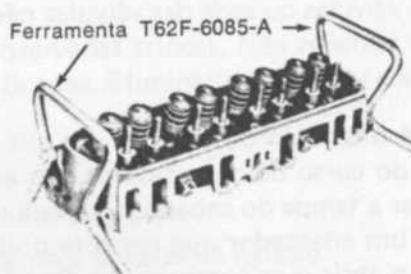

fig. 34
- Instalar as alças para levantar o cabeçote (fig. 34). Remover os coletores de escapamento para obter acesso aos parafusos inferiores. Remover os parafusos de fixação do cabeçote e retirar o cabeçote; retirar a junta e inutilizá-la